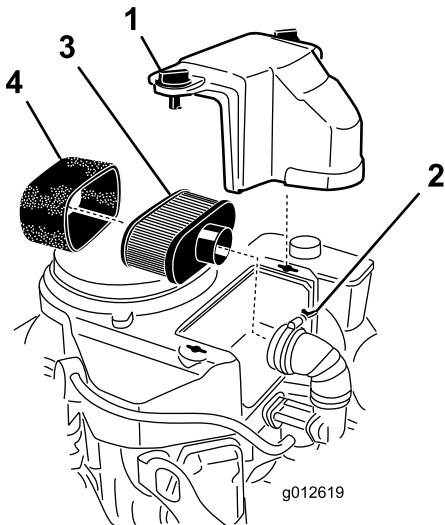

Figure 41
3. Nettoyez la surface autour du filtre à air pour éviter que des impuretés n'endommagent le moteur en tombant à l'intérieur (Figure 41).
4. Dévissez les boutons du couvercle et déposez le couvercle du filtre à air (Figure 41).
5. Dévissez le collier et déposez le filtre à air (Figure 41).
6. Sortez délicatement l'élément en mousse de l'élément en papier (Figure 41).
Remarque: Remplacez-le par un neuf s'il est très encrassé (Figure 41).
1. Glissez délicatement l'élément en mousse sur l'élément en papier (Figure 41).
2. Posez le filtre à air complet sur sa base ou sur le flexible et fixez-le en position (Figure 41).
3. Mettez le couvercle du filtre en place et serrez le bouton (Figure 41).